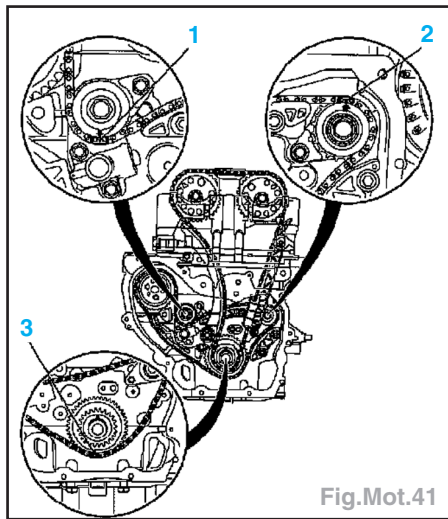

Fig.Mot.41
- la chaîne des arbres d'équilibrage et mettre le maillon de chaîne (2) sur le repère coté admission, reposer le maillon (3) sur le repère en le fixant avec une cale de plastique, mettre la chaîne sur le pignon de pompe à eau et le maillon (1) sur le repère coté échappement (Fig.Mot.41).